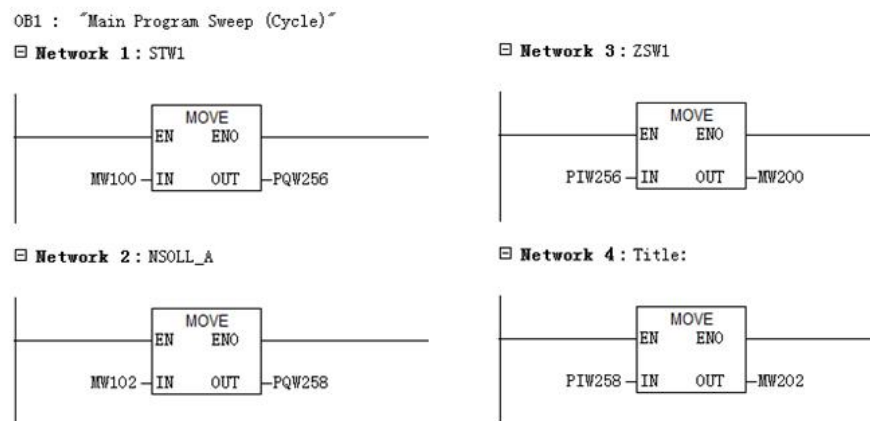

图 2-2 程序
1. 编程，为了能够通过监控表方便的控制变频器，编辑以下程序图 2-2，PLC I/O 地址与变频器过程值对应关系请参考表 2-3。